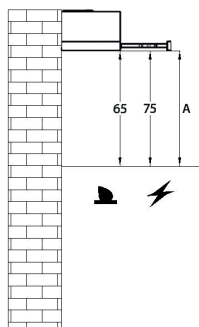
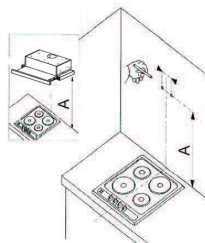

Рис. 4
Рис. 6
Если Вы используете газовую плиту или газовую поверхность, расстояние "А" между нижней частью вытяжки и поверхностью для приготовления пищи должно составлять не менее 75 см, если электрическая не менее 65 см (Рис.4). Во время монтажных работ следует соблюдать действующие положения по отводу воздуха. Когда вытяжка используется одновременно с устройствами сжигания газа или другого топлива, в помещении должна быть надлежащая вентиляция.
- Приложите корпус вытяжки к стене (рис. 6), сохраняя минимальное 75 см для газовых и 65 см для электрических плит между нижним краем вытяжки и поверхностью для приготовления пищи на плите (рис. 4).